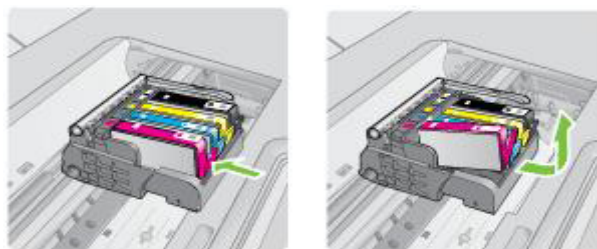

Рисунок 8 – Извлечение картриджа из печатающей головки
- 3) Нажать на выступающую пластину на передней части картриджа, подлежащего замене, чтобы освободить его, и извлечь его из гнезда (Рис. 8).